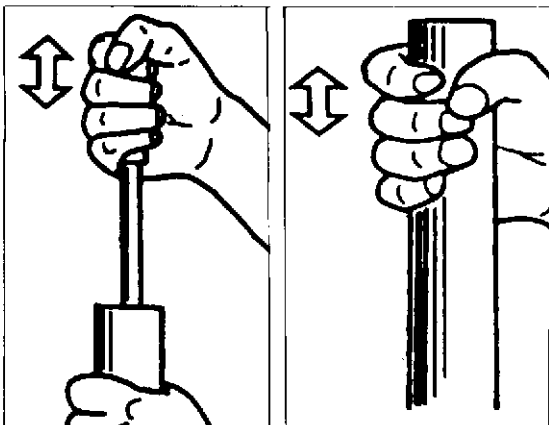

Fig. 8
- 15) Pompate lentamente l'asta del pistone e la gamba per più di 10 volte facendo compiere una corsa di circa 100 mm (Fig. 8).